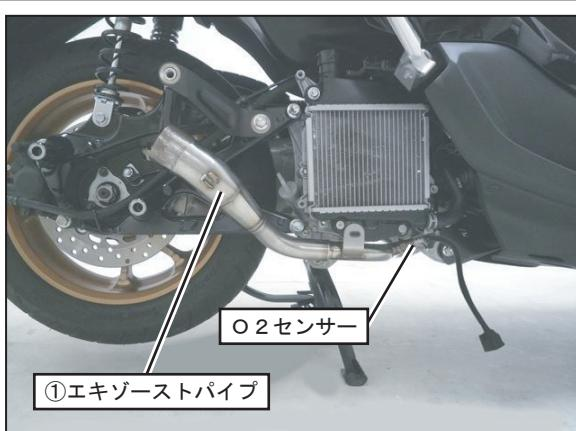

FIG. 4
4. 純正マフラーからO2センサーを取り外し、①エキゾーストパイプに取り付けて下さい。
次に、純正エキゾーストガスケットを新品に交換し、①エキゾーストパイプをエンジンの排気ポート部に純正ナットを使用して仮締めして下さい。 (FIG. 4, 5参照)